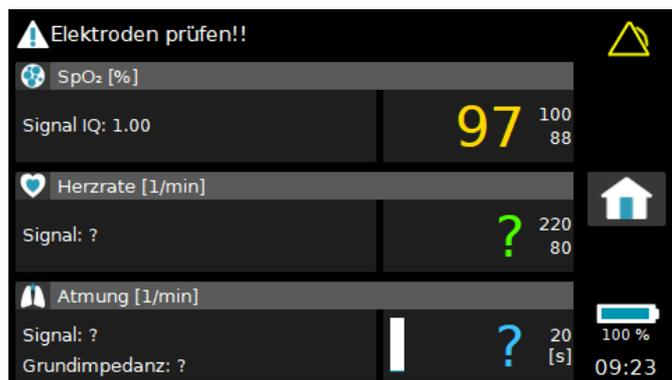

Fig. 39 Informationen auf dem Bildschirm während eines technischen Alarms
- gibt der Bildschirm die folgenden visuellen Informationen aus, wie in Fig. 39 gezeigt:
Wenn die Vitalparameter aufgrund eines technischen Alarms nicht gemessen werden können, werden die Werte für diesen Parameter durch ein Fragezeichen-Symbol ersetzt, wie in Fig. 39 zu sehen ist, wenn sich eine Elektrode gelöst hat.